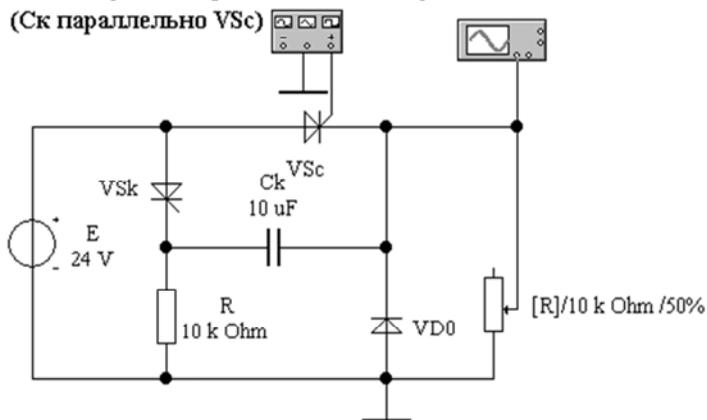

Рис. 20.8. ИППН с узлом параллельной коммутации (C_k параллельно V_{Sc}) (файл **ippn1.ewb**)
2. Исследование импульсных преобразователей постоянного напряжения (ИППН). ИППН с узлом параллельной коммутации (C_k параллельно V_{Sc}) (файл **ippn1.ewb**, рис. 20.8).